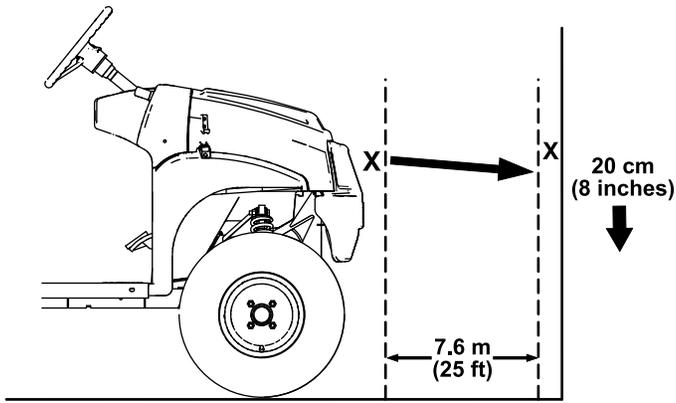

图 50
1. 将机器停在水平地面上大灯距离墙壁约 7.6m 图 50。
大灯光束最亮部分应在墙上标记下方 20cm 处图 50。